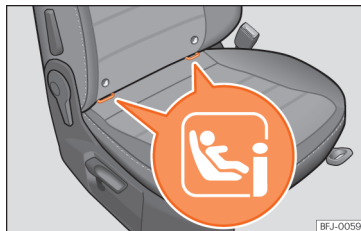

Abb. 27 Beifahrersitz: ISOFIX-Halteösen.
zwei „ISOFIX“-Befestigungsösen. Bei einigen Fahrzeugen sind die Ösen am Sitzgestell befestigt. Die „ISOFIX“-Ösen befinden sich zwischen dem Sitz und der Lehne des Rücksitzes » **Abb. 26** und des Beifahrersitzes » **Abb. 27**.
- Stecken Sie den Kindersitz auf die „ISOFIX“-Halteösen » **Abb. 26** und » **Abb. 27**, bis der Kindersitz sicher und hörbar einrastet. Wenn der Kindersitz über eine Top Tether Befestigung verfügt, befestigen Sie ihn an der entsprechenden Öse » **Seite 41**. Befolgen Sie die Anweisungen des Kindersitzherstellers.